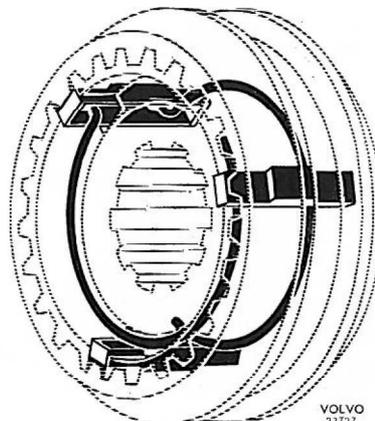

Fig. 25. Remontage d'un synchronmesh
3. Monter les différentes pièces du synchromesh de 1^{re} et 2^{ème} vitesses sur l'arbre secondaire. Bien orienter les ressorts en se référant à la Fig. 25.
6. Monter la rondelle de butée, le roulement à aiguilles, le pignon de 3^{ème} vitesse et le cône de synchronesh sur l'arbre. Réassembler le synchronesh de 3^{ème} et 4^{ème} vitesses. Bien orienter les ressorts en se référant à la Fig. 25. Monter ensuite le synchronesh sur l'arbre secondaire. Choisir un circlips d'épaisseur convenable et le monter.